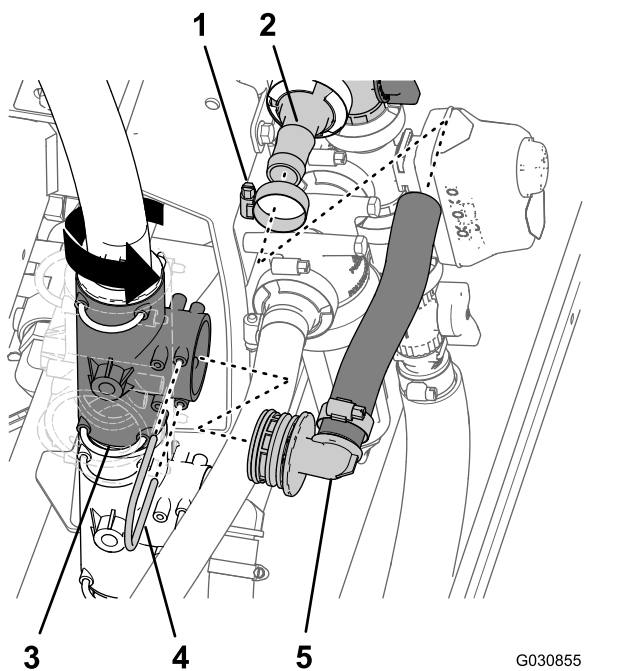

Figura 105
4. Rode a união em T superior no lado esquerdo do suporte do coletor 90° no sentido contrário ao dos ponteiros do relógio, como se mostra na Figura 105.
5. Monte a tubagem da distribuição de agitação (1 x 10 pol.) na união rosca reta da válvula de distribuição-agitação (Figura 105).
6. Monte o encaixe da união estriada a 90° na extremidade da tubagem da distribuição de agitação (1 x 10 pol.) na união em T superior no lado esquerdo do suporte do coletor (Figura 105) com o retentor que retirou no passo 4 de Retirar a válvula de agitação, a válvula esférica e as tubagens (página 34).